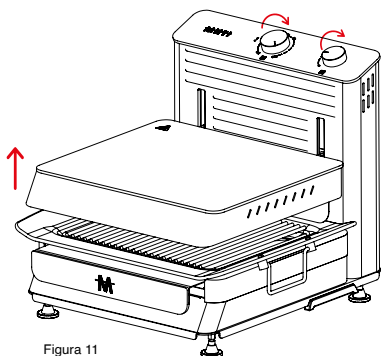
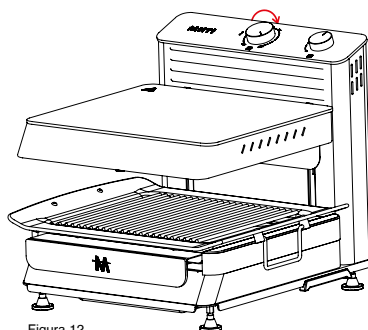

Figura 11
Figura 12
- Impostare l'interruttore di accensione/spegnimento sul retro del prodotto sulla posizione (I).
- Ruotare la manopola di regolazione della distanza in senso orario per spostare la camera di cottura regolabile e portare la parte superiore all'altezza massima. (Figura 11 - Figura 12)
- Impostare la manopola di regolazione della potenza sulla posizione 100, lasciare il prodotto in funzione a vuoto per circa 5-10 minuti, quindi spegnerlo. In questo modo, i residui e i depositi rimasti nel prodotto durante la produzione vengono bruciati e rimossi. Durante questo processo, gli elementi riscaldanti del prodotto possono causare odori e fumo una tantum. Aerare la stanza per evitare odori e fumo. (Figura 12).